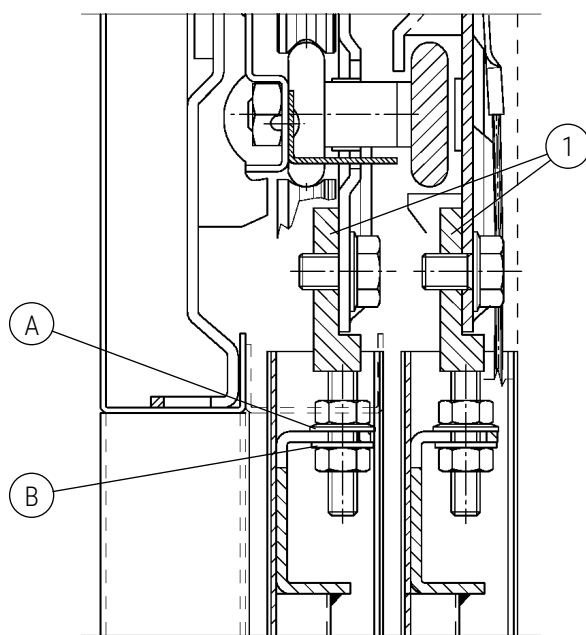

Fig. 4
Type 11/R-L Standard - habillée suivant DIN 18091 : Placer les boulons de fixation du panneau (1) comme indiqué sur la figure 4.
Cette plaque sert à éviter l'écartement excessif des panneaux et doit être réglée à une distance maximum de 1 mm des guides comme illustré sur la figure 4.